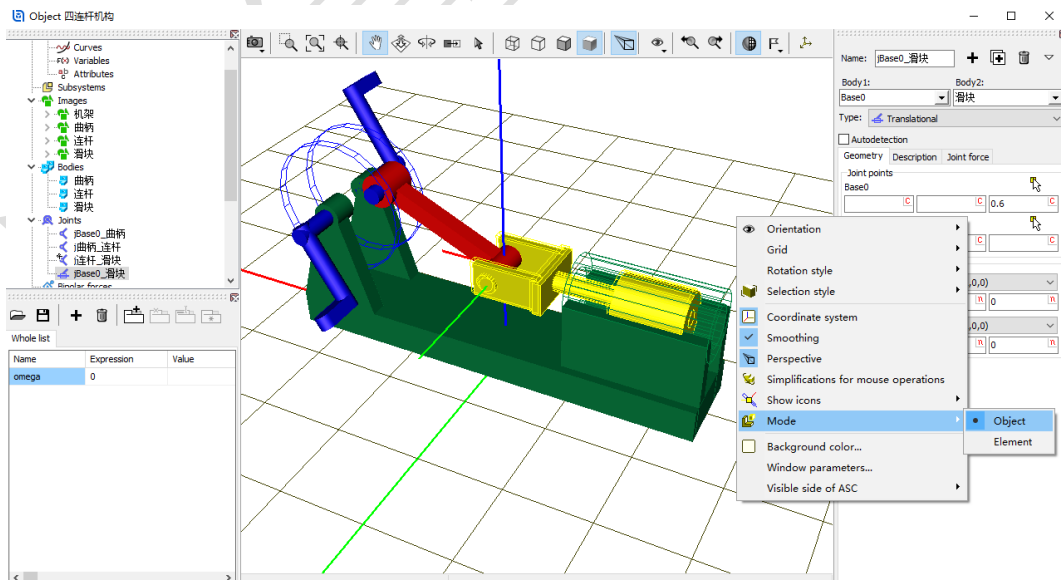

图 2-61
- 17) 在动画窗口点**右键**，选择 **Mode** → **Object**，可切换为整体模式，显示当前模型所有物体。也可点击动画窗口工具栏的  图标进行切换 ()，如图 2-61。